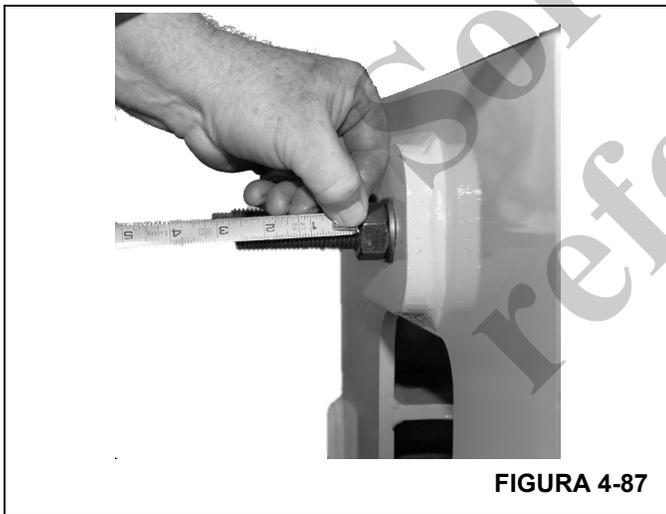

FIGURA 4-87
10. Ajuste el cable hasta que haya 76 mm (3 pulg) de roscas visibles más allá de la tuerca de ajuste (Figura 4-87).